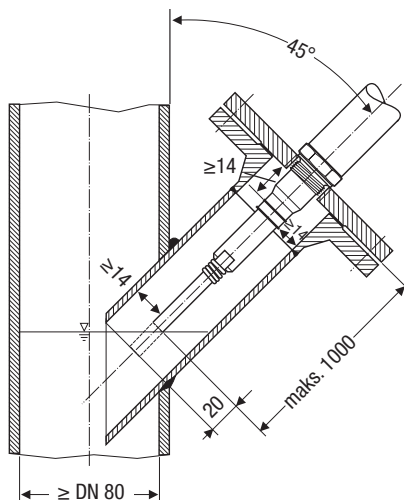

Fig. 16 Skrå indbygning f.eks. i stigende fremløbsrørledninger i hedtvandsanlæg eller fra beholdere
- Elektrodens hældningsvinkel må maks. udgøre 45°, elektrodestavens længde er begrænset til 1000 mm. **Fig. 16, 20**